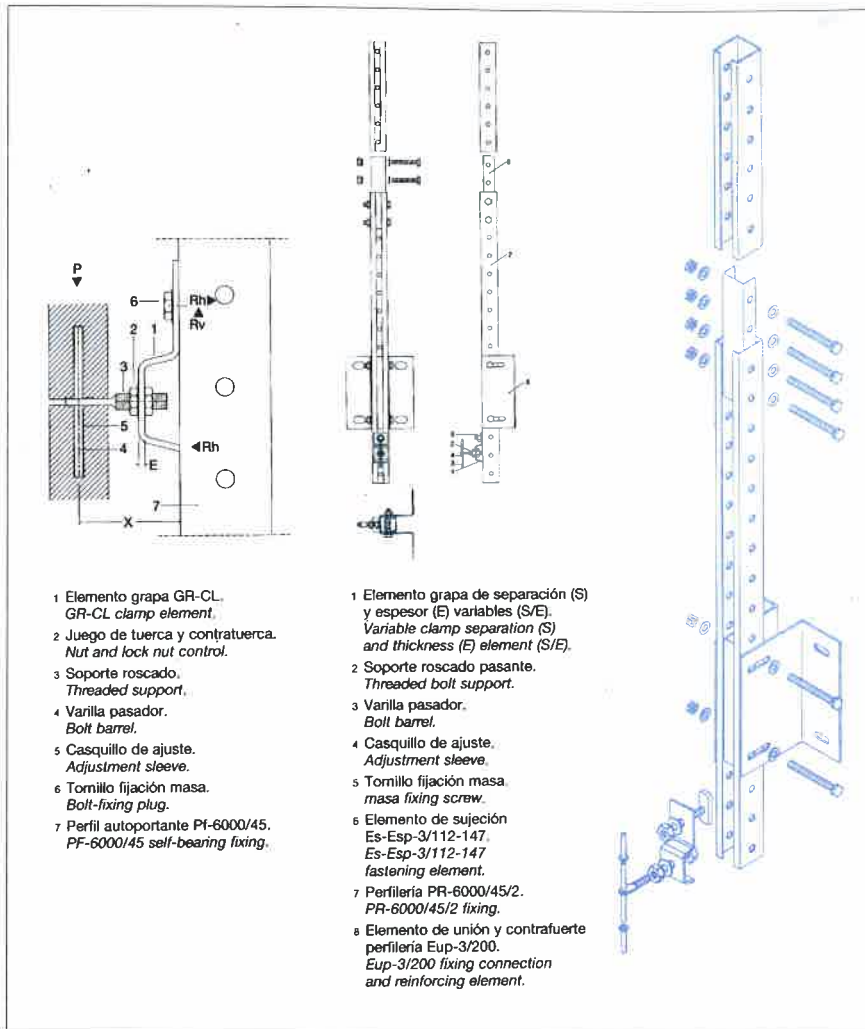

Figura 3. Cortesía de Masa
- Anclajes con perfilera auxiliar (Figura 3)